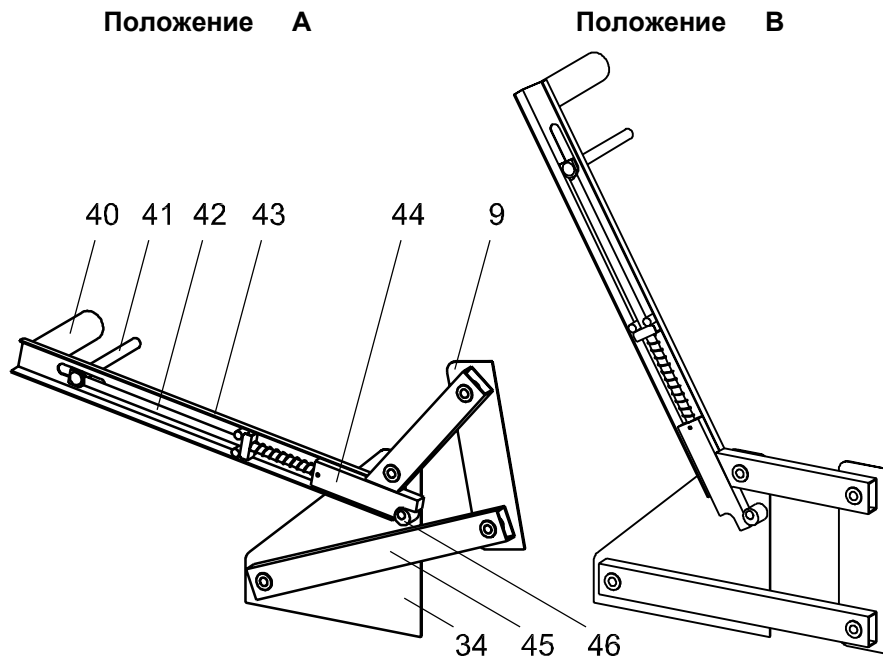

Рисунок 3. Подъемный механизм.
**Подъемный механизм 33** (Рисунок 3) служит для подъема бака 10 вместе с крышкой 20 над бункером 5 и их фиксации в двух положениях - **верхнем А** (для обслуживания бункера и циклона) и **нижнем В** (рабочем). Подъемный механизм включает в себя две пары рычагов, выполненных из труб прямоугольного сечения - верхних (Г-образных) 43 и нижних 45, каждый из которых установлен на двух осях